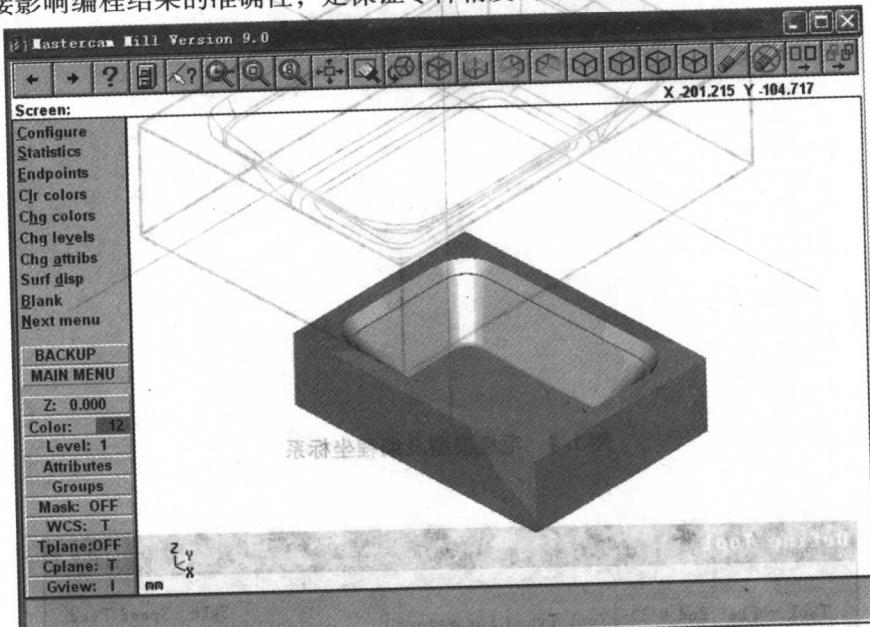

图 1.2 零件几何模型
2. 零件几何模型的构建 通过 Mastercam 的 CAD 功能，将零件的几何图形准确地绘制在计算机屏幕上，同时通过一定的数据结构自动储存图形数据文件，这些数据文件是计算刀位轨迹的依据。所以在设计阶段力求图形设计数据准确，这是加工的基础数据，直接影响编程结果的准确性，是保证零件精度的原始阶段，如图 1.2 所示。